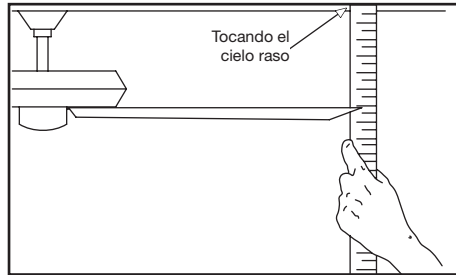

Figura 14
2. La mayoría de los problemas de oscilación del ventilador se deben a que las aspas no están al mismo nivel. Verifica este nivel seleccionando un punto en el techo sobre la punta de una de las aspas. Mide desde un punto en el centro de cada aspa al punto en el techo. Mide esta distancia como muestra la Figura 14. Gira el ventilador hasta que la siguiente aspa quede en posición para medir. Repite el procedimiento para cada aspa. Las desviaciones de la medición no deben pasar de $1/8''$ (3.2 mm). Enciende el ventilador por 10 minutos.